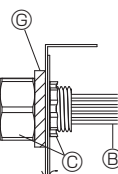

Fig. 8-7
- ▶ Para dividir los cableados de cada bloque de terminales en dos derivaciones fuera de la caja de derivación, utilice los conductos de cableado de dos derivaciones (N). (Fig. 8-7)